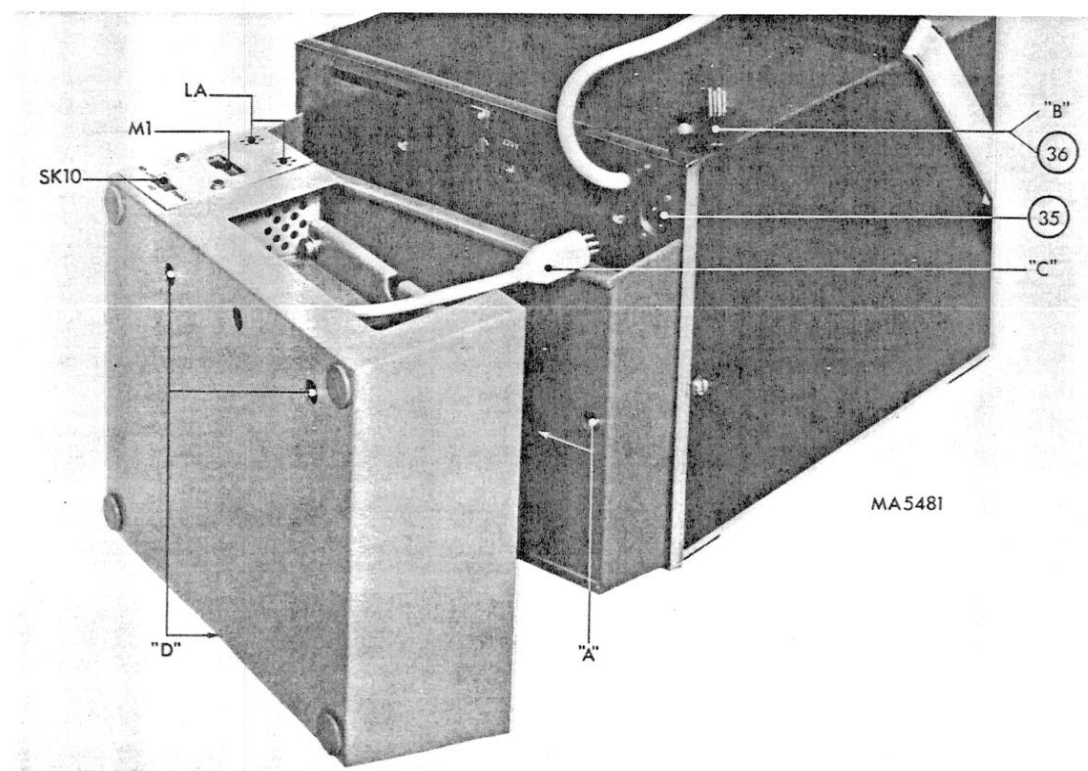

Fig. 13. Installatie batterijbak + achteraanzicht met verwijzing voor onderdelen
2. Installatie (zie fig. 13)
3. Bediening (zie fig. 13)
- Verwijder doorverbindingsstekker BU6 (dit is post 36 uit fig. 13) en steek stekker BU8 van de adapter in bus BU5 (dit is post 35 uit fig. 13).